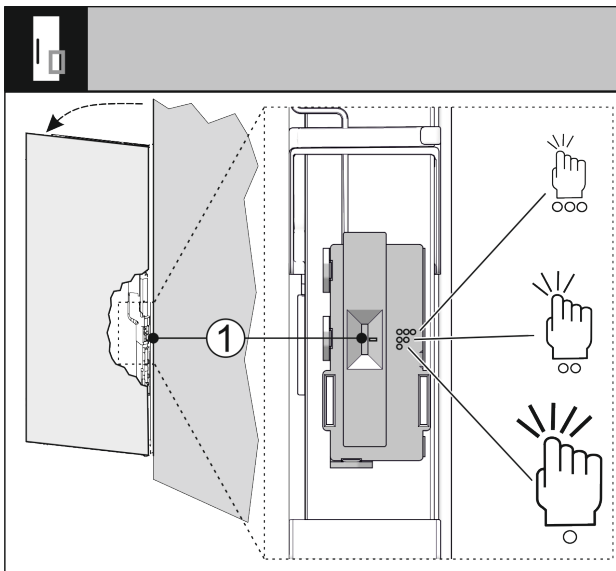

Fig. 32
Citlivost snímače klepání můžete nastavit pomocí spínače Fig. 32 (1). Spínač je na straně závěsu ve spodní třetině dveří.
- ▶ Posuňte spínač Fig. 32 (1) do požadované polohy spínače.